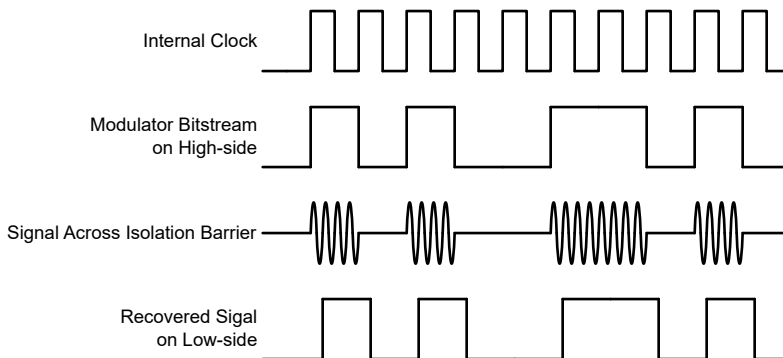

图 7-1. 基于 OOK 的调制方案
AMC0x11S-Q1 使用开关键控 (OOK) 调制方案 (如图 7-1 所示), 跨过基于 SiO_2 的隔离栅来传输调制器输出比特流。功能方框图中所示的发送驱动器 (TX) 跨过隔离栅发送一个内部生成的高频载波来表示数字一, 而 TX 不发送信号则表示数字零。AMC0x11S-Q1 内使用的载波标称频率为 480MHz。